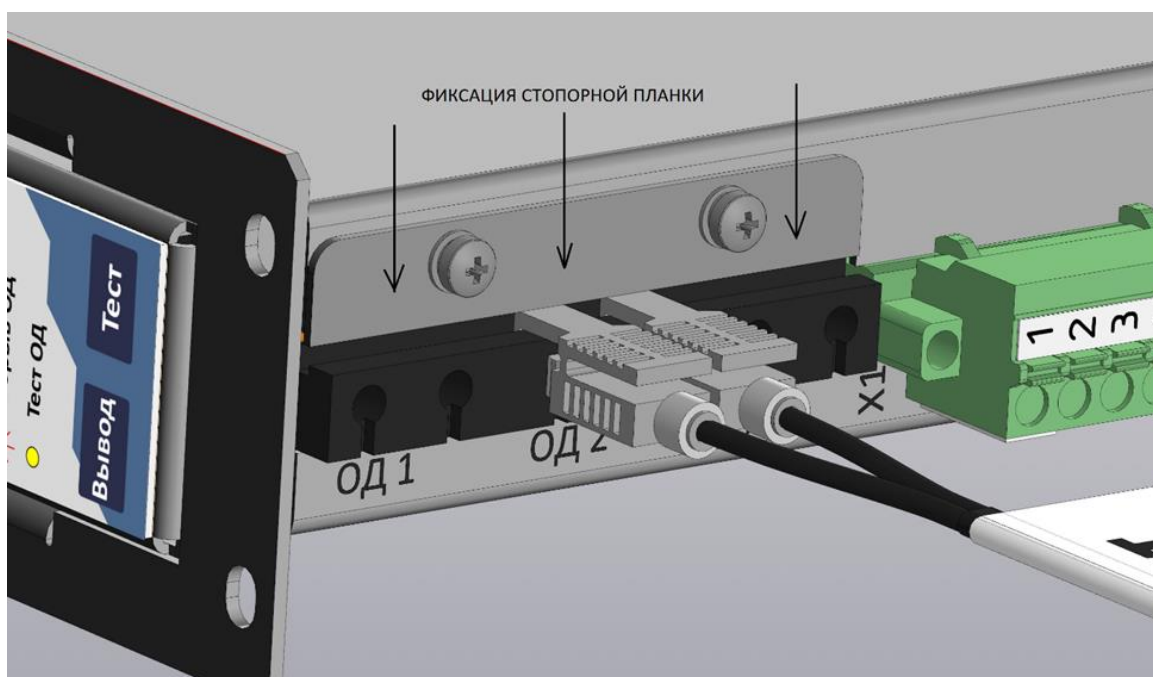

Рисунок 3. Фиксация стопорной планки после подключения коннекторов.
3. После подключения коннекторов ВОД к устройству КИТ-ЗДЗ необходимо смонтировать стопорную планку в исходное положение и придвинуть ее к коннекторам ВОД. Обеспечив прижим боковой гранью стопорной планки фиксаторов коннекторов ВОД к приёмопередатчику оптическому устройству КИТ-ЗДЗ необходимо затянуть крепежные винты (см. Рисунок 3).